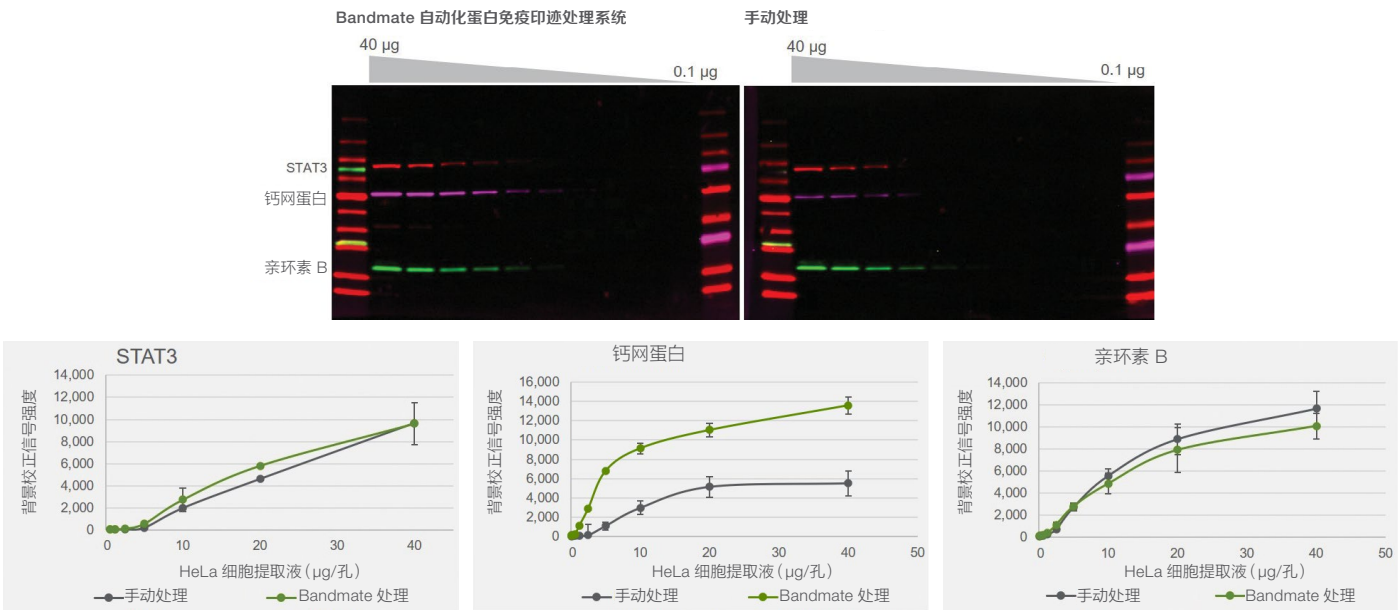

图 17. Bandmate 自动化蛋白免疫印迹处理系统与手动处理 (在托盘和摇床平台上进行抗体孵育和漂洗步骤) 小型印迹膜的比较。与手动处理的印迹相比，Bandmate 系统处理的印迹膜在多个探测靶标上显示出相当或更高的强度水平。
- **无需优化** — 与传统蛋白质免疫印迹方案配合使用，无需再次优化，也不需要专用试剂 (图 17)；提供预编程方案，也可依据具体情况自行编程